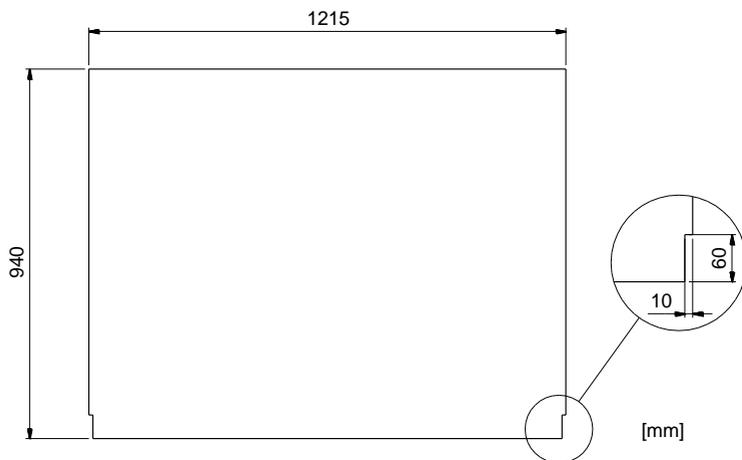
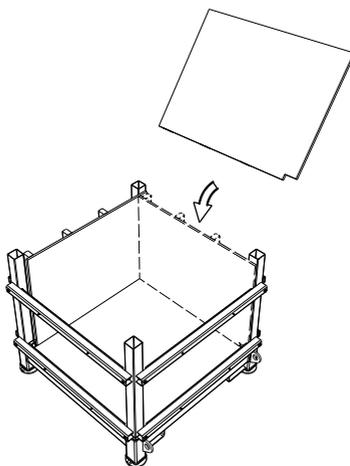

Рис. 23. Размеры боковой панели для засыпки гравием. Обратите внимание, что в обоих нижних углах панели имеются прорезы.
Рис. 24. Расположение комплектов боковых панелей.
- 5.2 Вырежьте четыре панели из 18-миллиметровой фанеры, соответствующей EN 636-3, как показано на Рис. 23. Уложите панели одну за другой в основание, так чтобы пазы располагались снизу, а панели были наклонены в сторону опор опалубки; см. Рис. 24. Панели должны опираться на нижнюю раму, а не на нижнюю панель. Прикрепите панели к опорам опалубки с помощью саморезов. После того как все панели установлены на место и образуют ящик, переходите к шагу 6 для установки верхней рамы.